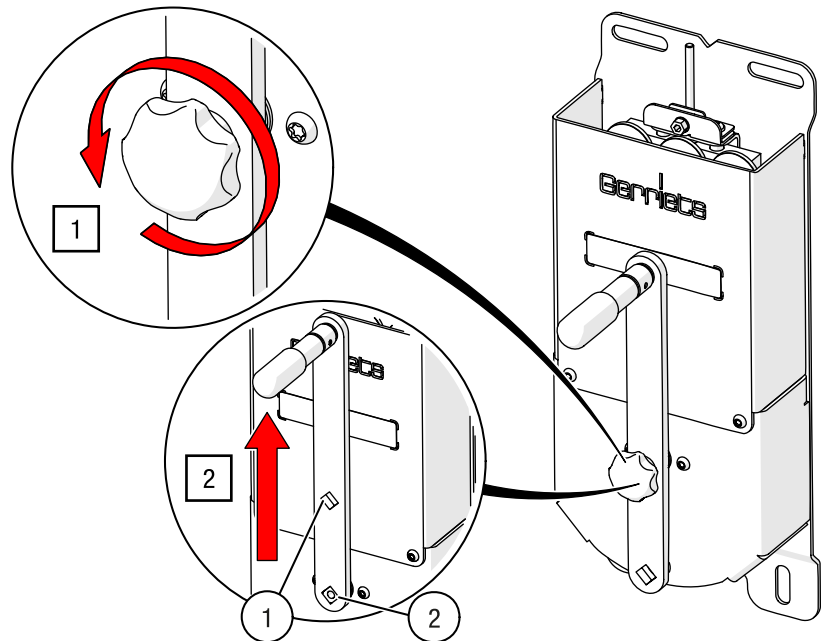

Abb. 138: HAND-DRIVE – Änderung der Kurbelübersetzung
1. Drehen Sie die Befestigungsschraube der Handkurbel von der inneren Aufnahme (Pos. 1) des Kurbelarms ab und nehmen Sie den Kurbelarm von der Befestigungsstelle (siehe Abb. 138).
2. Führen Sie die äußere Aufnahme des Kurbelarms über die Befestigungsstelle (Pos. 2) und drehen Sie die Befestigungsschraube wieder handfest an (siehe Abb. 138).